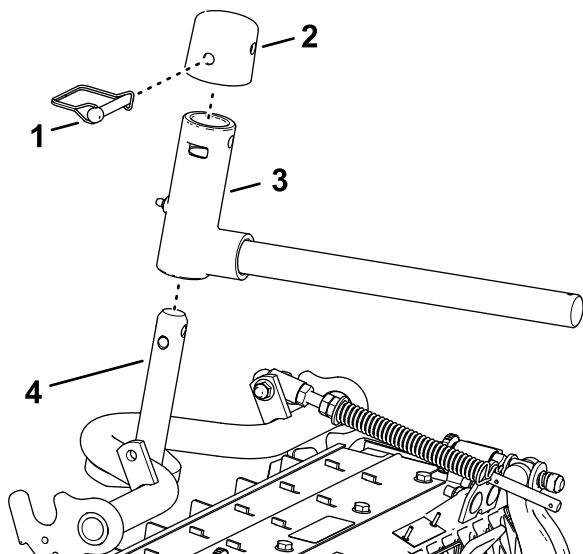

Рисунок 18
- Установите поворотную втулку на вал несущей рамы (Рисунок 18).